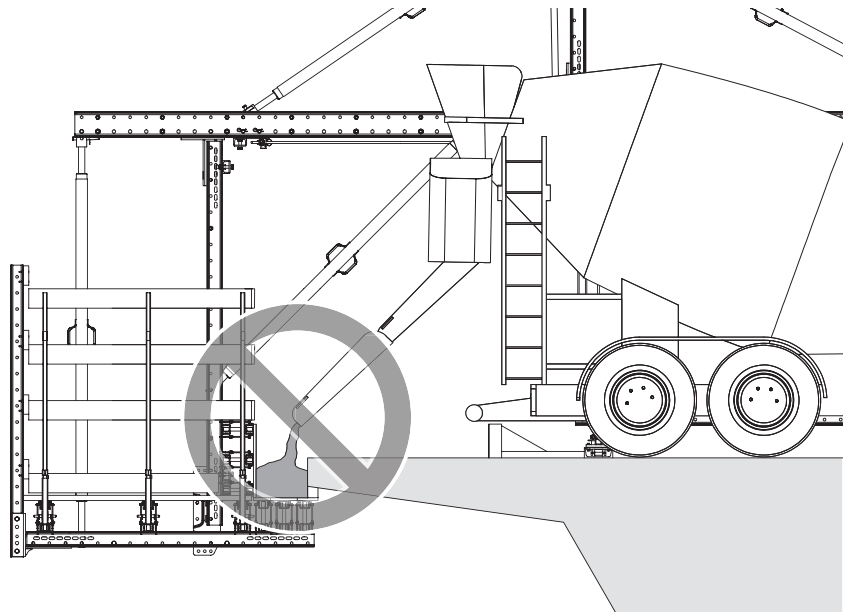

Fig. D2.01
- ⇒ Do not pour concrete directly into the formwork. (Fig. D2.01)